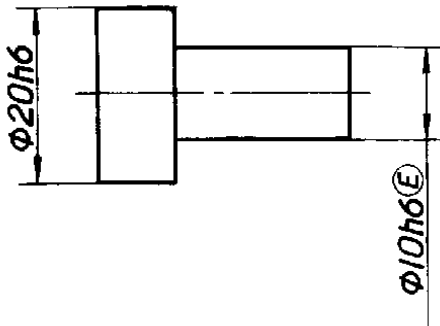

图 13
2.2.3 如要素的尺寸公差和形状公差的关系遵循包容原则时，应在尺寸公差的右边加注符号“Ⓜ”（图13、14）。